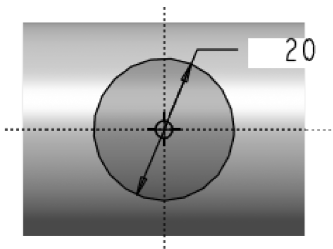
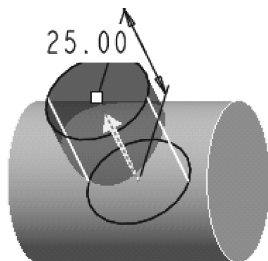

图 4-58 草绘截面 2
图 4-59 预览特征 2
(6) 单击控制区的【应用】按钮，完成水平圆柱的创建。
(7) 单击【拉伸】按钮，选取“TOP”基准面作为草绘平面，草绘方向及其参照使用默认设置，进入草绘界面。
(8) 单击【圆心和点】按钮，绘制圆，将直径修改为“20”，如图 4-58 所示。
(9) 单击【完成】按钮，接受草绘图形，回到设计窗口。
(10) 设置拉伸深度为盲孔模式，将拉伸深度修改为“25”，预览特征如图 4-59 所示，单击控制区的【应用】按钮完成竖直圆柱的创建。